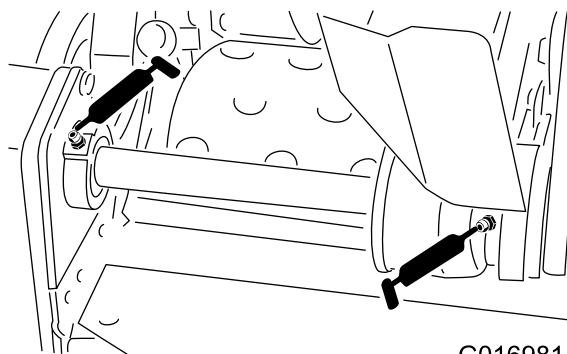

Рисунок 26
- Две на подшипниках промежуточного вала барабана (Рисунок 26)